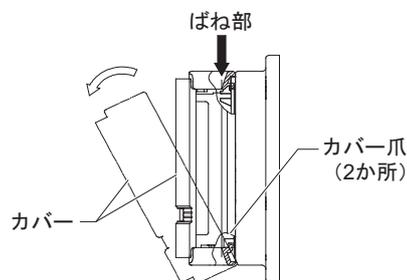
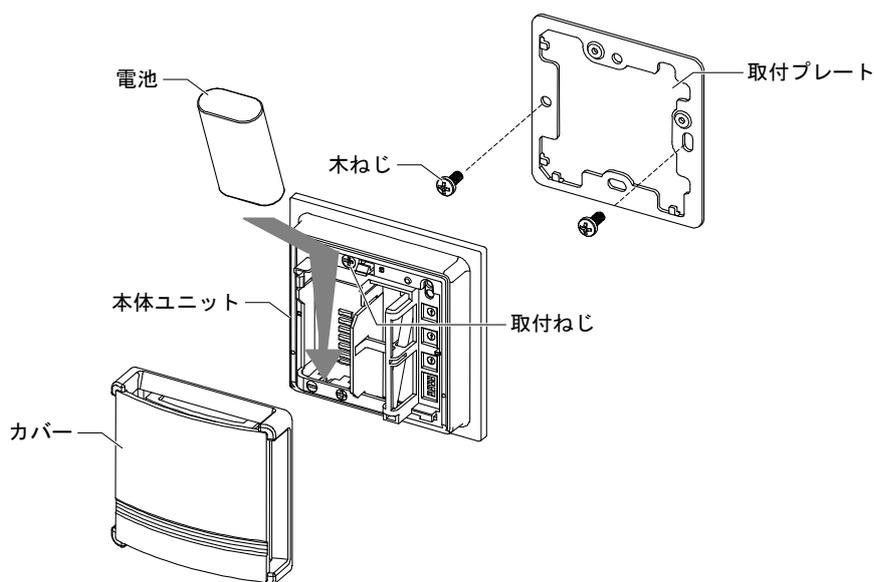
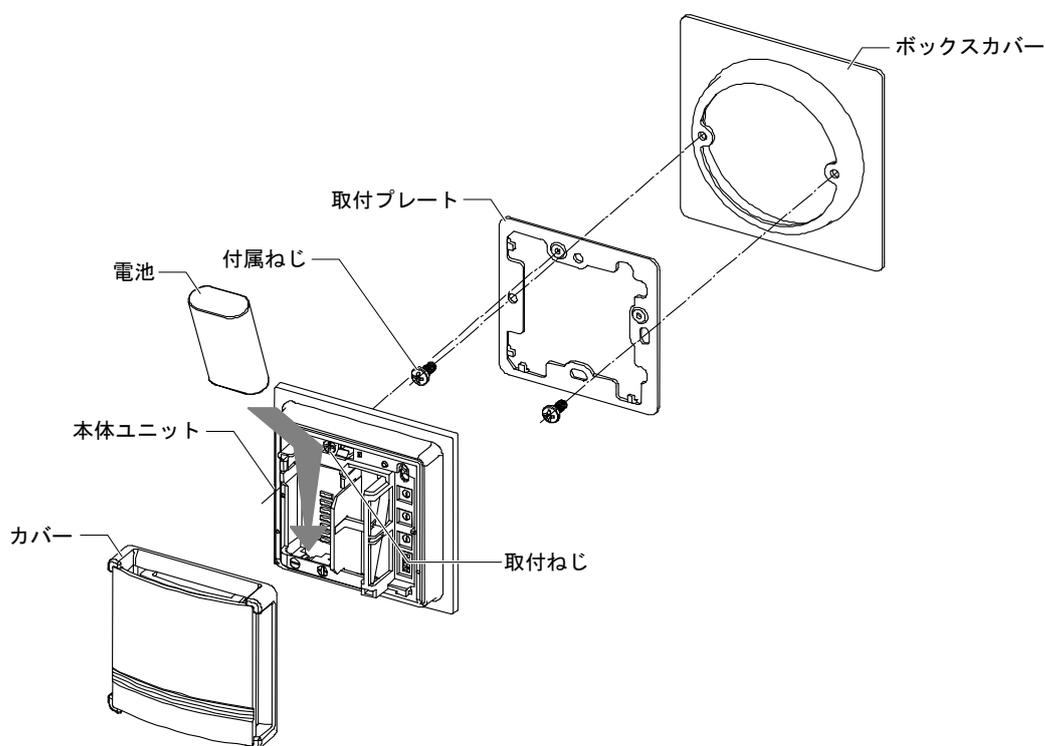

図15 カバーの着脱
図16 取付方法 (壁直接取付時)
図17 取付方法 (JIS取付ボックスで取付時)
(1) 壁直接取付 (図16参照)
- ① 取付プレートを付属の木ねじ2本で壁面に取り付けます。(取付ねじ間隔は、66mm、66.7mmのどちらでも構いません)
- ② 対応するRF受信機の電源が投入されていることを確認します。
- ③ 本体カバーを外します。(図15参照)
- ④ 取付プレートに本体ユニットを差し込み、本体ユニット上部に仮止めされている取付ねじを締めて固定します。
- ⑤ 周波数チャンネル、グループアドレスは対応するRF受信機と同じに設定します。
- ⑥ RF受信機に2台のセンサ(ネオセンサワイヤレス温度/温湿度センサ、ネオパネルワイヤレスのいずれか)が接続される場合にはセンサを特定するためのセンサアドレスを設定します(このときの設定は「0」または「1」とし、センサごとに違うアドレスに設定してください)。
- ⑦ 本体の極性表示を確認して正しい方向に電池を入れます。
- ⑧ カバーをします。(図15参照)
(2) JISボックス取付 (図17参照)
- ① 取付プレートを壁内のボックスカバー (JIS C8340 取付寸法66.7mm使用 市販品) に付属ねじで取り付けます。
- ③ 本体のカバーを外します。(図15参照)
- ⑥ RF受信機に2台のセンサ (ネオセンサワイヤレス温度/温湿度センサ、ネオパネルワイヤレスのいずれか) が接続される場合にはセンサを特定するためのセンサアドレスを設定します (このときの設定は「0」または「1」とし、センサごとに違うアドレスに設定してください)。